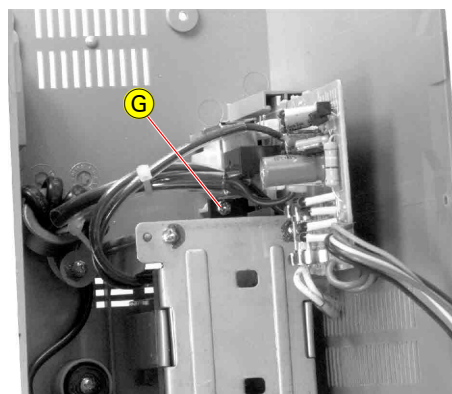

Fig. 6
- Schraube (G) (Fig. 6) herausdrehen.
- Undo screw (G) (Fig. 6).